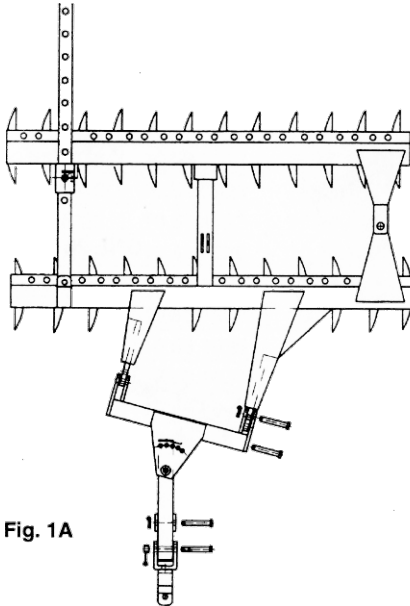
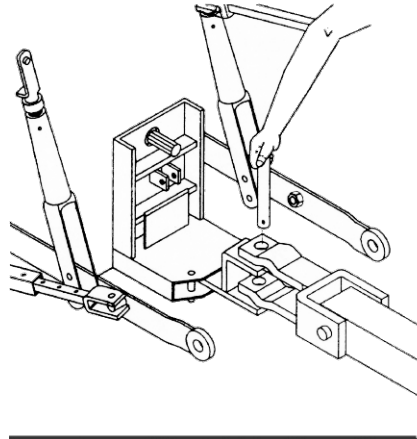

Fig. 1A
Fig. 1B
2.3) É um equipamento de alto rendimento de trabalho, devido à sua grande versatilidade. Como é um equipamento de tração, (vide fig. 1B) para transportar no campo, basta destravar totalmente a grade colocando os dois rolos de discos em paralelo e o cabeçalho na posição perpendicular aos rolos de discos vide fig. 1A. Para transporte em estradas ou na cidade, basta acoplar nos três pontos do hidráulico e a grade estará suspensa para transporte, vide fig.2 e instruções no item 6.2.
- 6.1) Este é um equipamento de arraste, portanto basta engatar o cabeçalho na barra de tração do trator, vide fig. 1B. Lembrar de passar a corda do pino de travamento até próximo ao assento do operador, para facilitar a regulagem da grade.